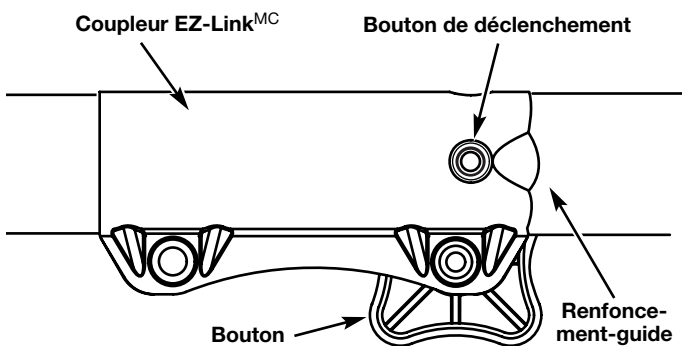

Fig. 23
1. Dévissez le bouton vers la gauche (Fig. 23).
2. Appuyez sur le bouton de déclenchement et maintenez-le enfoncé (Fig. 23).
NOTE : aligner le bouton de déclenchement avec le renfoncement-guide facilitera l'installation (Fig. 23).